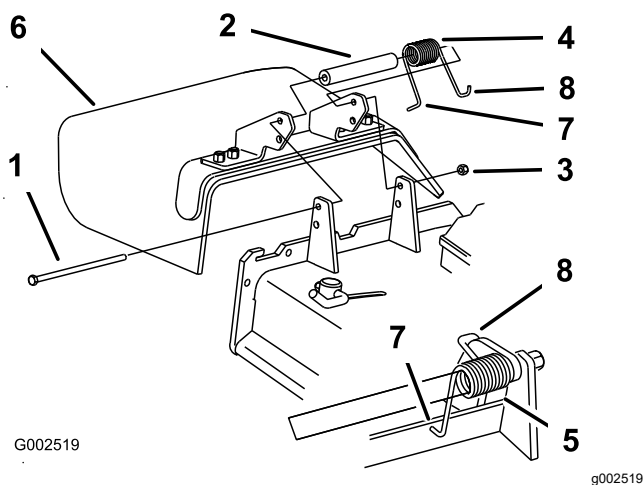

Figura 15
1. Retire el conducto de descarga de la carcasa de corte (Figura 15).